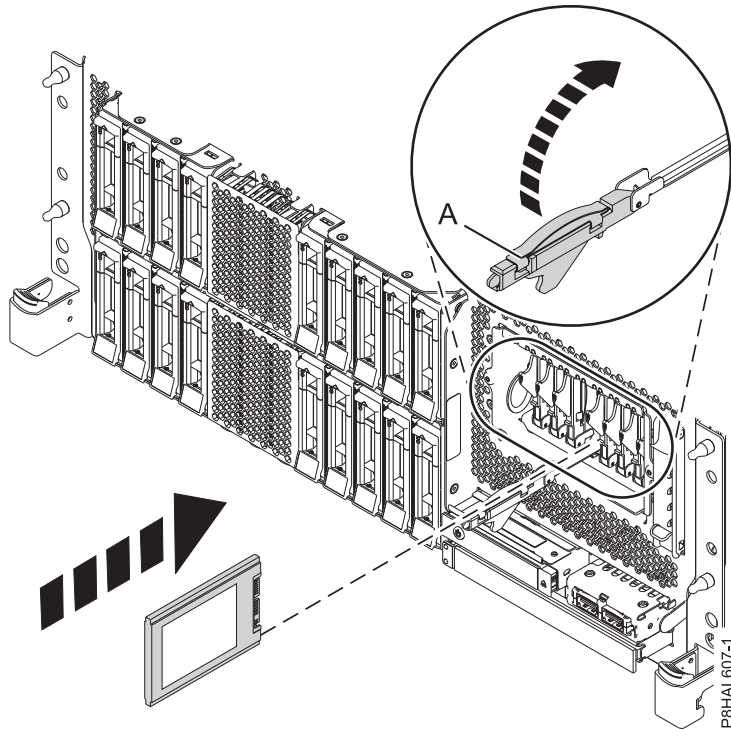
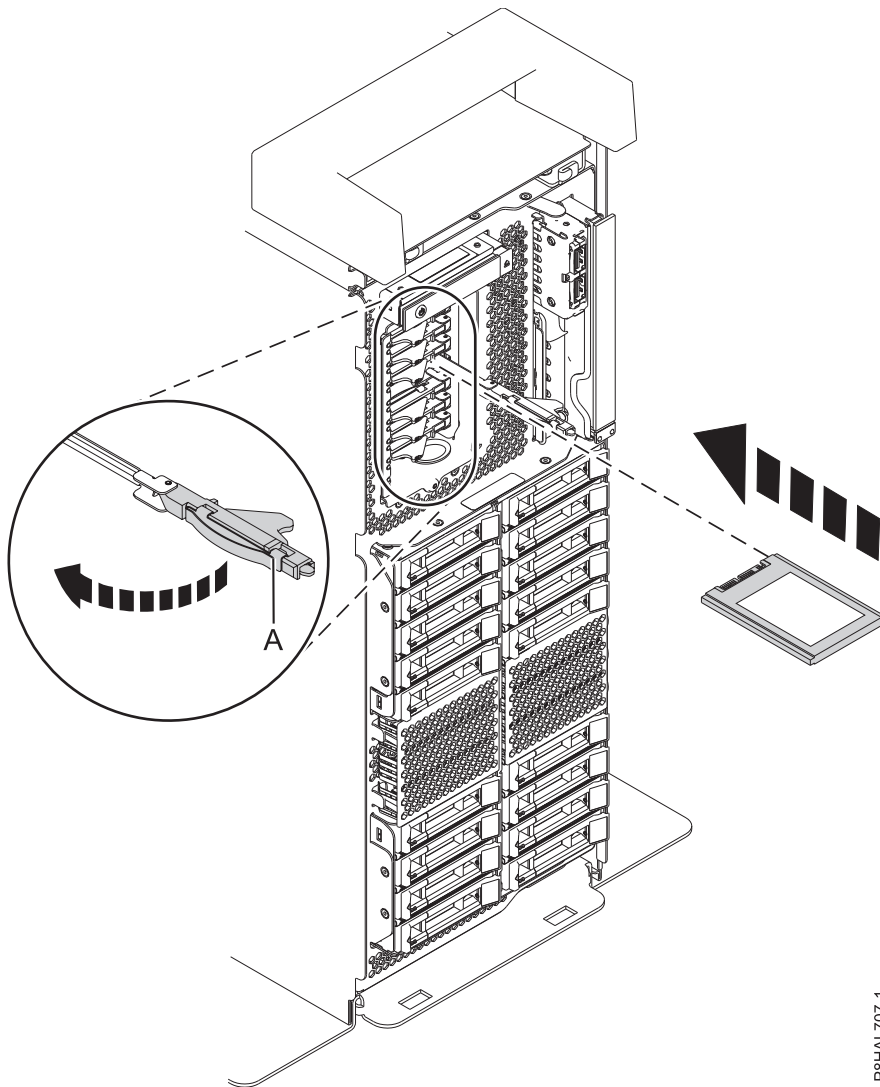

Figure 111. Remise en place d'une unité SSD dans un système à fonction étendue monté en armoire
Figure 112. Remise en place d'une unité SSD dans un système à fonction étendue autonome
15. Avec la poignée de la baie d'unité SSD (**A**) en position déverrouillée, tirez le levier vers l'extérieur pour accéder aux rails de guidage de l'emplacement SSD. Maintenez l'unité SSD par le dessous tout en l'alignant avec les rails de guidage de l'emplacement SSD. Voir figure 111, à la page 123 et figure 112, à la page 124.
20. Verrouillez l'unité en faisant tourner la poignée de la baie (**A**) dans la direction indiquée. figure 111, à la page 123 et figure 112, à la page 124.